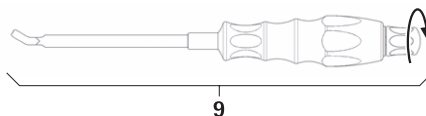

Fig. 14
- Montar el instrumento de inserción de varilla **9**, ver Fig. 14.